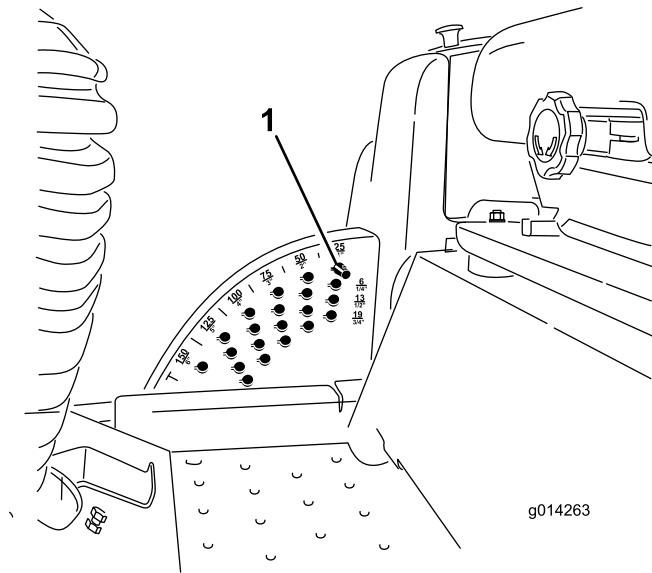

Bild 6
1. Ziehen Sie den Mähwerkhubhebel bei laufendem Motor zurück, bis das Mähwerk ganz angehoben ist, und lassen Sie den **Hebel sofort los** (Bild 6).
2. Drehen Sie zum Einstellen den Anschlagstift so lange, bis die Linien am Spannstift mit den Schlitzen in den Löchern in der Schnitthöhenhalterung ausgerichtet sind. Nehmen Sie ihn dann ab (Bild 6).
3. Wählen Sie ein Loch in der Schnitthöhenhalterung, das der gewünschten Schnitthöhe entspricht, stecken Sie den Stift ein und drehen Sie ihn ein, um ihn zu arretieren (Bild 6).
Hinweis: Es gibt vier Reihen der Lochpositionen (Bild 6). Die oberste Reihe ergibt die Schnitthöhe, die über dem Stift steht. Die zweite Reihe ergibt die Schnitthöhe plus 6 mm. Die dritte Reihe ergibt die Schnitthöhe plus 12 mm. Die unterste Reihe ergibt die Schnitthöhe plus 18 mm. Für die Stellung von 15,2 cm gibt es nur ein Loch, das in der zweiten Reihe ist. Mit diesem Loch werden nicht 6 mm den 15,8 cm hinzugefügt.